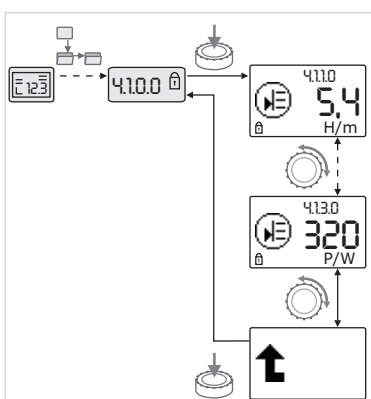

Fig. 39: Wywoływanie informacji
- Poprzez obracanie pokrętki wybierać elementy menu typu „Informacja” w aktualnych podmenu (patrz Fig. 39). Objaśnienia symboli odpowiadających poszczególnym ustawieniom – patrz tabela w rozdziale 8.7 „Przegląd elementów menu” na stronie 156.